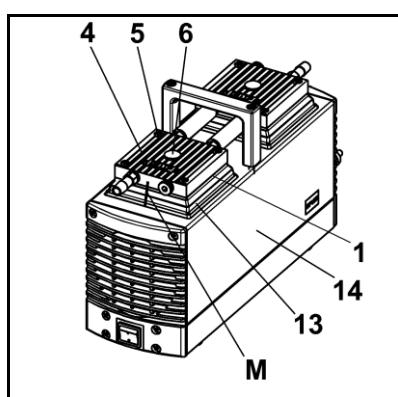

Fig. 12: smontaggio delle testate
1. Posizionare le due testate unite dal/i collegamento/i pneumatico/i sui segni (M) fatti in precedenza sulla carcassa.
- i** Nell'eseguire questa operazione, fare attenzione che la copertura (fig. 12/13) poggi sulla testata e non sia schiacciata. A tale scopo, inserire un cacciavite piccolo tra copertura (13) e testata muovendolo con cautela lungo il bordo.
- i** Se la copertura viene schiacciata tra piastra intermedia (1) e testata (4), la pompa non raggiunge la potenza pneumatica nominale.
2. Serrare manualmente le viti (5) a croce su entrambe le testate (coppia di serraggio: 3 Nm).